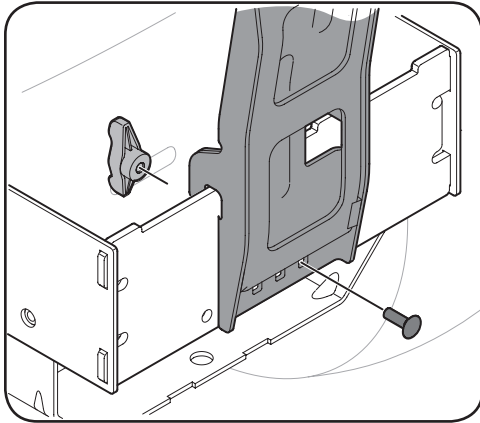

Figure 4-7
- Fixez le support vertical à l'ensemble de montage avec un boulon de carrosserie (710-0276) et un écrou papillon (720-04122) de l'ensemble de quincaillerie 689-00600. Voir Figure 4-7.